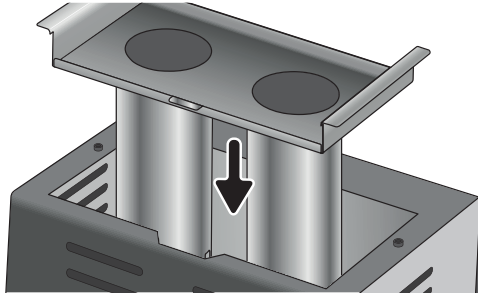

Abb. 9: Röststeinsatz korrekt einsetzen
- dass die Nase am Röststeinsatz in die Aussparung am Gehäuse greift (Abb. 9),
- dass Sie den Röststeinsatz dabei vollständig versenken (Abb. 9).